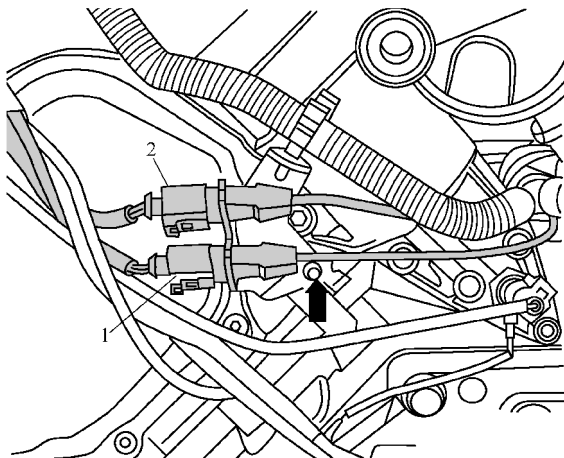

图 1-5-56 将插接器从固定支架上取下并脱开
(4) 如图 1-5-56 所示,将插接器 1 和 2 从固定支架上取下并脱开。